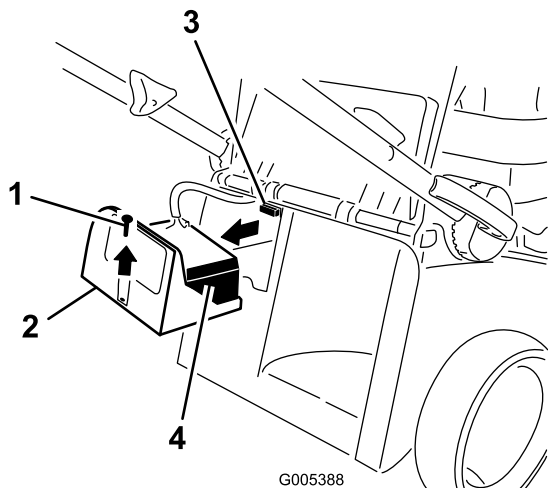

Figura 7
1. Rimuovete il coperchio della batteria e la batteria stessa, e individuate il portafusibili (Figura 7).